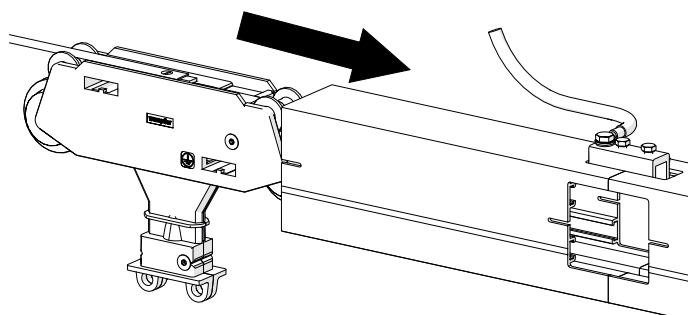

Abb. 46: Stromband einziehen
- Einspeiseklemme mit Leitung (2) in Isolieraussparung in Position bringen und festhalten (siehe Abb. 46).
- Einspeiseklemme in Isolieraussparung in Position bringen und festhalten (siehe Abb. 46). Auf richtige Position der PE-Klemme achten.